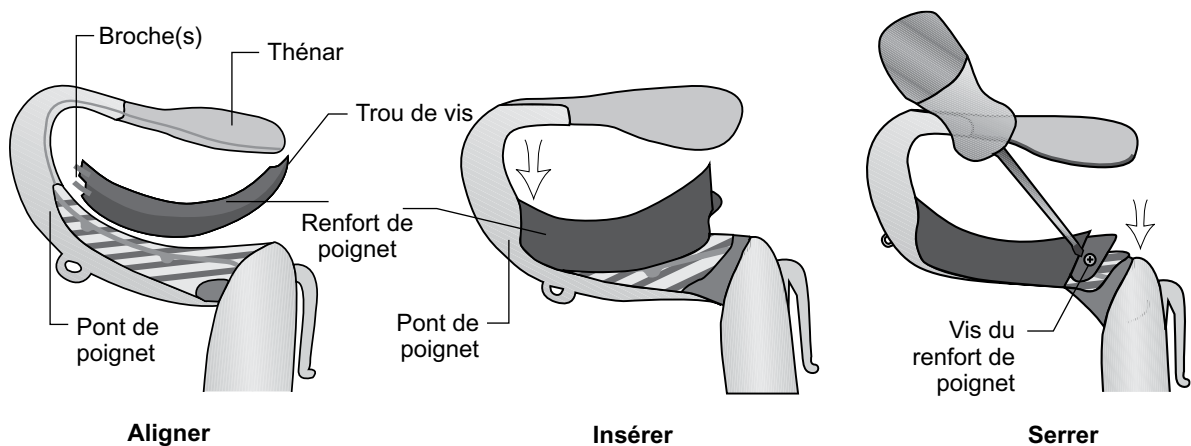

Figure 6-4 : Alignement du renfort de poignet, insertion du renfort de poignet dans le pont de poignet, serrage de la vis du renfort de poignet
3. Alignez le renfort de poignet sur le pont de poignet. Les broches du renfort de poignet doivent être distales et le trou de vis doit être proximal. Reportez-vous à la Figure 6-4.
4. Insérez les broches du renfort de poignet dans le pont de poignet. Reportez-vous à la Figure 6-4. N'endommagez pas les circuits électroniques du pont de poignet.
6. Insérez la vis du renfort de poignet dans les trous de vis et serrez la vis. Reportez-vous à la Figure 6-4.